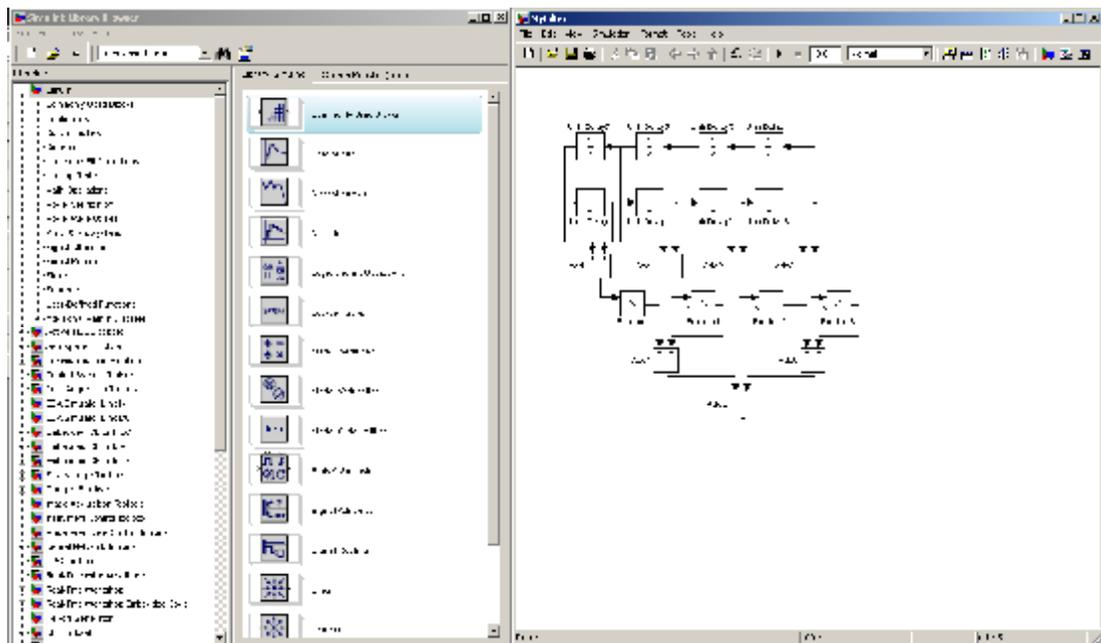

Рисунок 7 – Соединение блоков модели сигналами
- ③ Раскройте **COREGEN**, раскройте **VHDL Component Instantiation**, и выберите *program*, как показано на **Рис. 7**
8. Начиная с выходного порта блока Unit Delay соедините порты модели сигналами, как показано на рис. 7. (Для соединения выходного порта блока с входным портом другого блока необходимо нажать на левую кнопку «мыши» на выходном порте и протянуть соединение, не отпуская левой кнопки «мыши», до входного порта. Для создания разветвлений сигнала, необходимо нажать на левую кнопку мыши в точке на сигнале, где создается разветвление, держа при этом нажатой клавишу Ctrl клавиатуры).